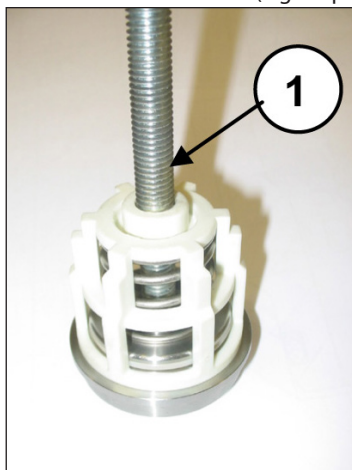

Fig. 37
- Desmontar los grupos de válvula de aspiración y envío atornillando un tornillo M10 lo suficientemente largo de modo de poder actuar sobre el platillo y extraer la guía de la válvula de la sede de esta última (Fig. 37 pos. ①).